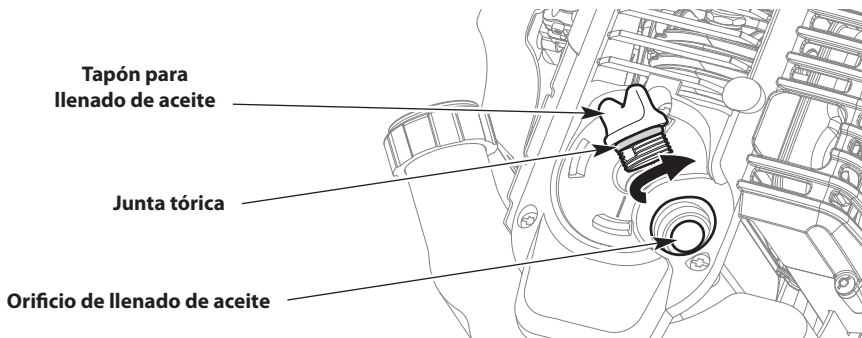

Fig. 23
3. Limpie la zona que rodea el tapón de llenado de aceite (Fig. 23) a fin de evitar que ingresen residuos en el orificio de carga de aceite (Fig. 23).
7. Compruebe que la junta tórica esté en su lugar en el tapón de llenado de aceite (Fig. 23).
1. Limpie la zona que rodea el tapón de llenado de aceite (Fig. 23) a fin de evitar que ingresen residuos en el orificio de carga de aceite.
5. Vierta 3.04 onzas líquidas (90 ml) de aceite SAE 30 dentro del orificio de llenado de aceite (Fig. 23).